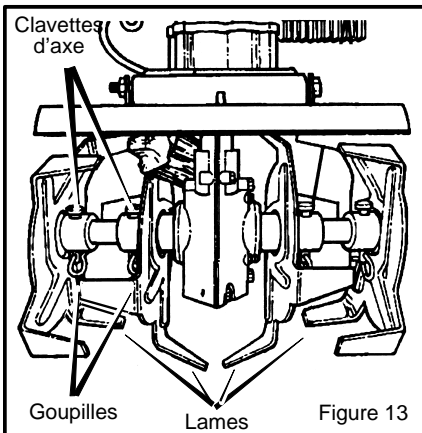

Figure 13
3. Après avoir enfilé des gants, retirez les **goupilles** et les **clavettes d'axe** fixant les lames à l'arbre (voir la Figure 13). Retirez les **lames** d'un côté de la machine.
4. Montez la lame extérieure sur l'arbre et remettez en place la **goupille** et la **clavette d'axe** (voir Figure 13).